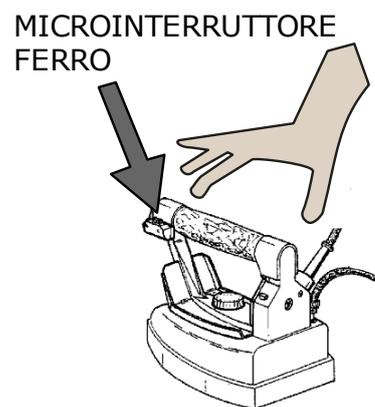

Fig. 3
4. Attendere che la spia caldaia si spenga. A questo punto sollevare il ferro da stiro per il manico in sughero e premere il microinterruttore del ferro (fig. 3) per 4-5 volte, facendo uscire il vapore. Bisogna inoltre accertarsi che il vapore sia ben saturo (premendo il microinterruttore con il ferro da stiro rivolto verso il pavimento). Eseguita l'operazione, il ferro da stiro è pronto per stirare. Durante lo stiro la spia caldaia si accende e si spegne in continuazione, segno di normale funzionamento.
1. Passare il ferro da stiro sui capi da stirare, premendo ad intervalli il microinterruttore del ferro (fig. 3) per far uscire il vapore.
3. il tubo vapore e il filo del ferro da stiro ogni qualvolta risultino danneggiati (fig. 3);